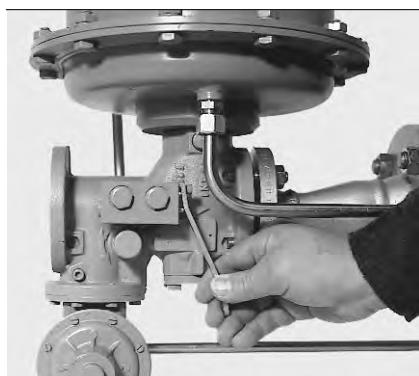

Рис. 4
- Выравнивание давления путем открытия обводного клапана (рис. 4).